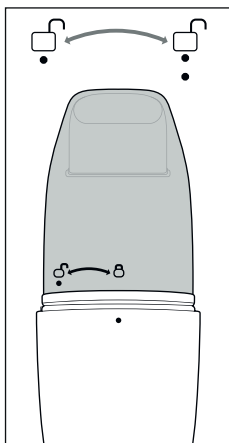
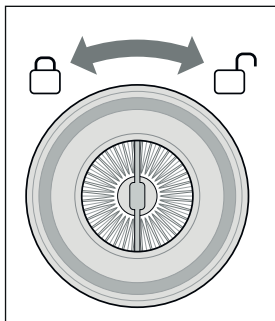

Fig. 6
Fig. 9
1. Quando si apre il contenitore di raccolta dello sporco ❸ prestare attenzione ai segni ● sotto il simbolo □ del contenitore di raccolta dello sporco ❸ e sul bordo dell'apparecchio. Sostenere l'apparecchio dall'impugnatura ❹ e ruotare il contenitore di raccolta dello sporco ❸ fino a far coincidere i due segni (vedere fig. 6).
6. Riapplicare il contenitore di raccolta dello sporco **3** all'apparecchio. Nel farlo, assicurarsi che i due segni ● sotto il simbolo  del contenitore di raccolta dello sporco **3** e sul bordo dell'apparecchio coincidano (vedere fig. 6). Ruotare il contenitore di raccolta dello sporco **3** finché il segno ● sul bordo dell'apparecchio non viene a trovarsi sotto il simbolo  del contenitore di raccolta dello sporco **3** e il contenitore di raccolta dello sporco **3** non s'innesta con uno scatto nell'apparecchio.
3. Svuotare il filtro della polvere ❺ e l'alloggiamento filtro ❹ in un secchio dei rifiuti battendovi sopra.
4. Pulire il filtro della polvere ❺ e l'alloggiamento filtro ❹ con acqua di rubinetto, poi lasciarli asciugare completamente all'aria.
5. Reinserire il filtro della polvere ❺ nell'alloggiamento filtro ❹ e ruotarlo verso sinistra su  fino ad innestarlo saldamente nell'alloggiamento filtro ❹ (vedere fig. 9).
6. Reinserire il filtro della polvere ❺ con l'alloggiamento filtro ❹ nel contenitore di raccolta dello sporco ❸. Assicurarsi che il filtro della polvere ❺ sia dritto dentro il contenitore di raccolta dello sporco ❸ e che il bordo di gomma del contenitore di raccolta dello sporco ❸ chiuda a tenuta.
7. Riapplicare il contenitore di raccolta dello sporco ❸ all'apparecchio. Nel farlo, assicurarsi che i due segni ● sotto il simbolo  del contenitore di raccolta dello sporco ❸ e sul bordo dell'apparecchio coincidano (vedere fig. 6). Ruotare il contenitore di raccolta dello sporco ❸ finché il segno ● sul bordo dell'apparecchio non viene a trovarsi sotto il simbolo  del contenitore di raccolta dello sporco ❸ e il contenitore di raccolta dello sporco ❸ non s'innesta con uno scatto nell'apparecchio.